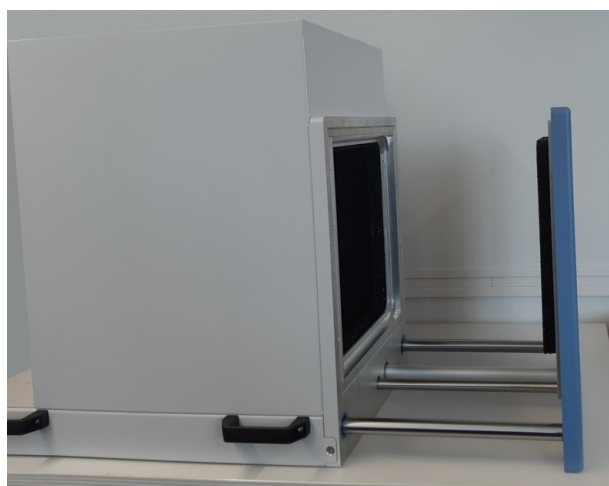

図 6-2: 完全にテーブルの上でドアを開く
- ドアを開けるだけのスペースがある (図 6-2 を参照)。
- b) 開いたドアが完全にテーブルの上にある（図 6-2 を参照）。